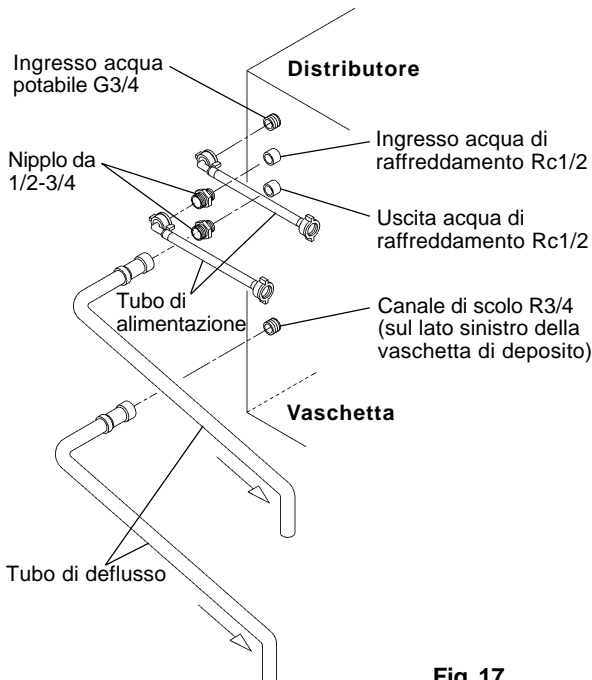

Fig. 17
**[b] Collegamenti effettuati tramite tubi accessori in conformità a normative diverse dalla normativa WRC in vigore nel Regno Unito (Fig. 17)**
- 2) Per i collegamenti del condensatore, utilizzare i tubi forniti come accessori seguendo le modalità indicate ai punti da 1) a 3) nel precedente paragrafo [a] collegandoli alle estremità libere dei nippoli da 1/2-3/4 come illustrato in Fig. 17.